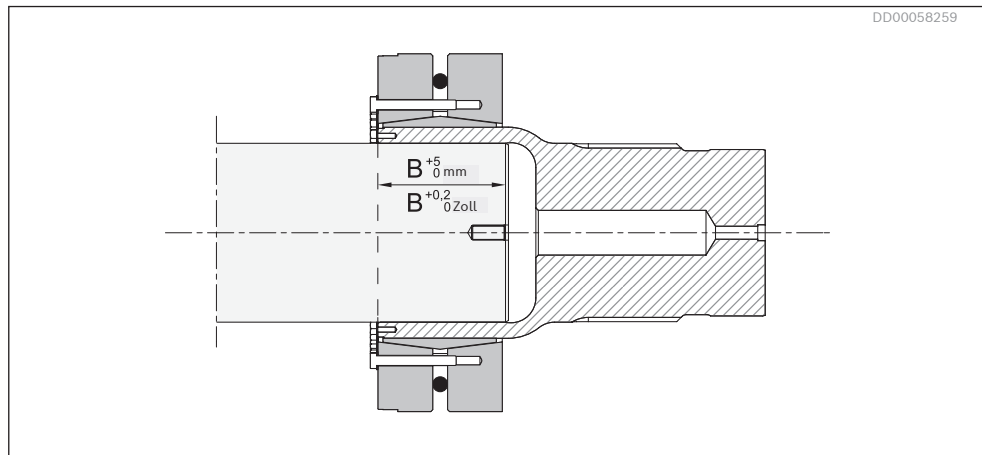
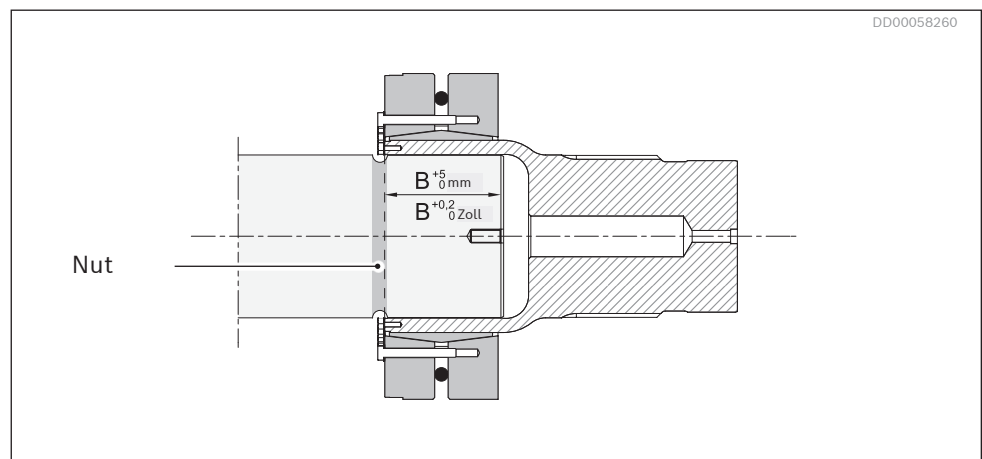

Bild 36: Abtriebswelle ohne Entlastungsnut
Bild 37: Abtriebswelle mit Entlastungsnut
4. Ziehen Sie den Kupplungsadapter auf die Welle, indem Sie die Mutter auf dem Montagewerkzeug bis zur erforderlichen Klemmlänge drehen (Länge B, siehe *Bild 36*, *Bild 37* und *Tabelle 14*).
Der Motor kann mit oder ohne Montagewerkzeug auf der Abtriebswelle montiert werden. Die Benutzung eines Montagewerkzeugs wird jedoch empfohlen, da es die Arbeit erleichtert. Sicherstellen, dass die vollständige Klemmlänge genutzt wird. Dazu beispielsweise die Abtriebswelle messen und markieren. Dies ist vor allem bei Abtriebswellen mit einer Entlastungsnut wichtig. Siehe *Bild 36*, *Bild 37* und *Tabelle 14*.
5. Den Motor durch Drehen der Mutter auf dem Montagewerkzeug auf die Welle ziehen, bis die in *Tabelle 14* angegebene Länge erreicht ist; siehe *Bild 36* und *Bild 37*.
8. Bringen Sie die Verschlusschraube G1" (2) wieder an.
9. Die Endabdeckung (1) wieder aufsetzen und die Schrauben mit den Scheiben festziehen. Anzugsmoment 80 Nm.